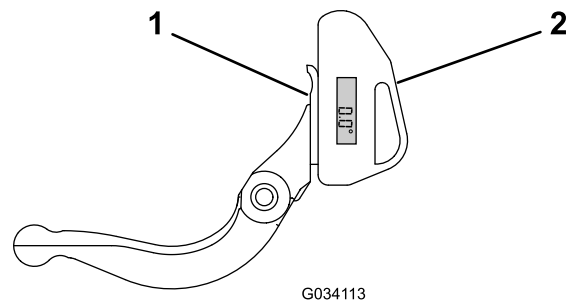

Figura 24
1. Coloque el indicador de ángulo en el lado inferior de la contracuchilla, según se muestra en Figura 24.